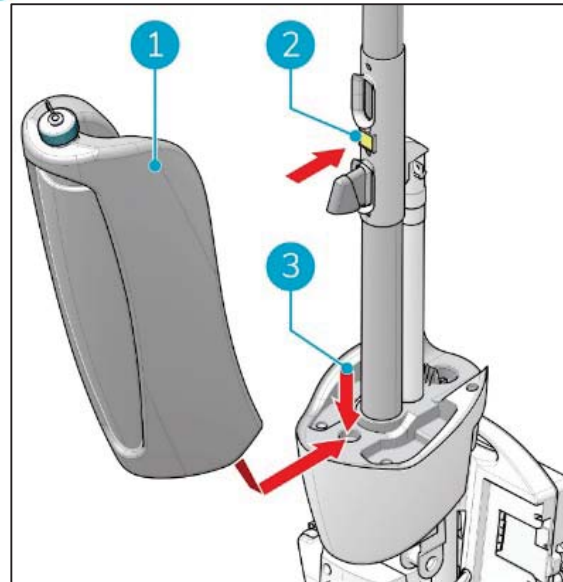

Figure 34
14. Placez le fond du réservoir de récupération (Figure 34, pos 1 et pos 3) sur le devant de l'i-mop® XL Plus.
15. Poussez le haut du réservoir en place jusqu'à ce que vous entendiez un « clic », l'aimant (Figure 34, pos 2) verrouille le réservoir de récupération en place.